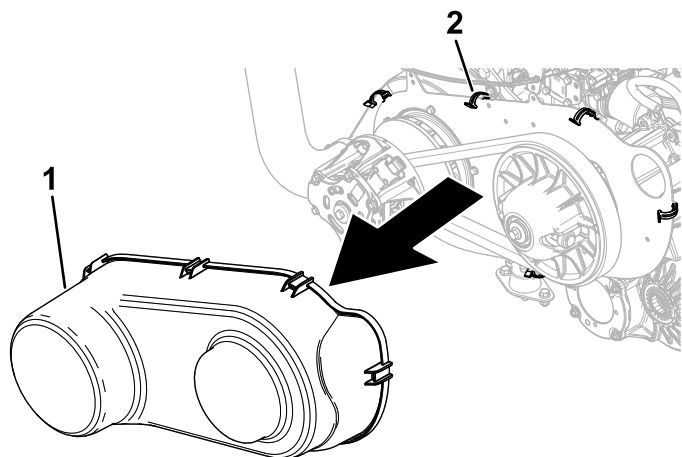

Figura 93
5. Desenganche los 6 clips de resorte que fijan la cubierta de la correa y retire la cubierta (Figura 93)
8. Coloque la cubierta de la correa (Figura 93).
10. Coloque la cubierta de la correa (Figura 93).